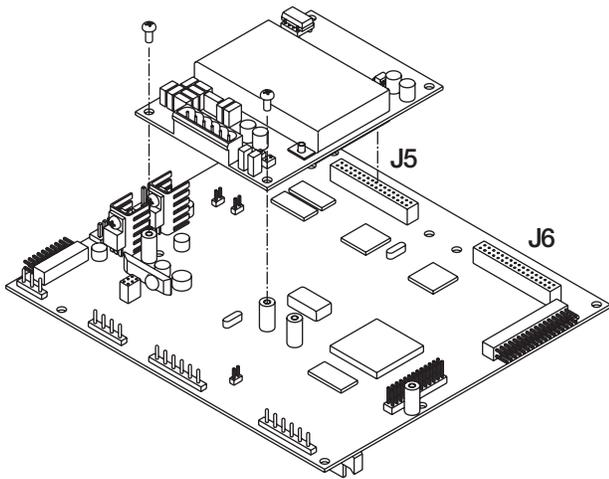

Figura 2-9. Instalación de la Tarjeta Opcional en el Circuito CPU
2. Con cuidado alinee el conector J5 o J6 en el circuito CPU ( Ver Figura 2-9). Presione para asentar la tarjeta en el conector del circuito CPU.
3. Haga uso de los tornillos que se suministran en el juego de partes, para fijar el otro extremo de la tarjeta a los soportes roscados del circuito CPU ( Ver Figura 2-9).